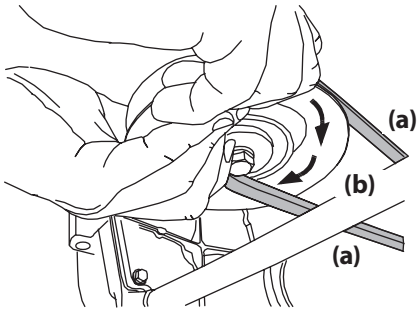

Figure 4-14
- d. Tenez la courroie de la prise de force (a) vers le bas et continuez de tourner la poulie de la prise de force (b) jusqu'à ce que la courroie de la prise de force (a) soit complètement dégagée de la poulie de la prise de force (b). Voir Figure 4-14.
11. Tirez sur le côté droit de la courroie et placez le côté plus étroit en forme de « V » de la courroie dans la poulie de la prise de force. Voir Figure 4-14.
12. Tenez la courroie de la prise de force et la poulie de la prise de force, puis faites pivoter la poulie de la prise de force vers la gauche. Voir Figure 4-14. Continuez à tenir et à faire pivoter la poulie et la courroie de la prise de force jusqu'à ce que la courroie de la prise de force soit complètement enroulée autour de la poulie de la prise de force.